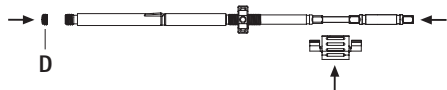

Fig. 12
- För in skruvmejseln i innerhylsan, säkra med avståndshållare och sätt på låsskruv **D** se Fig. 12.